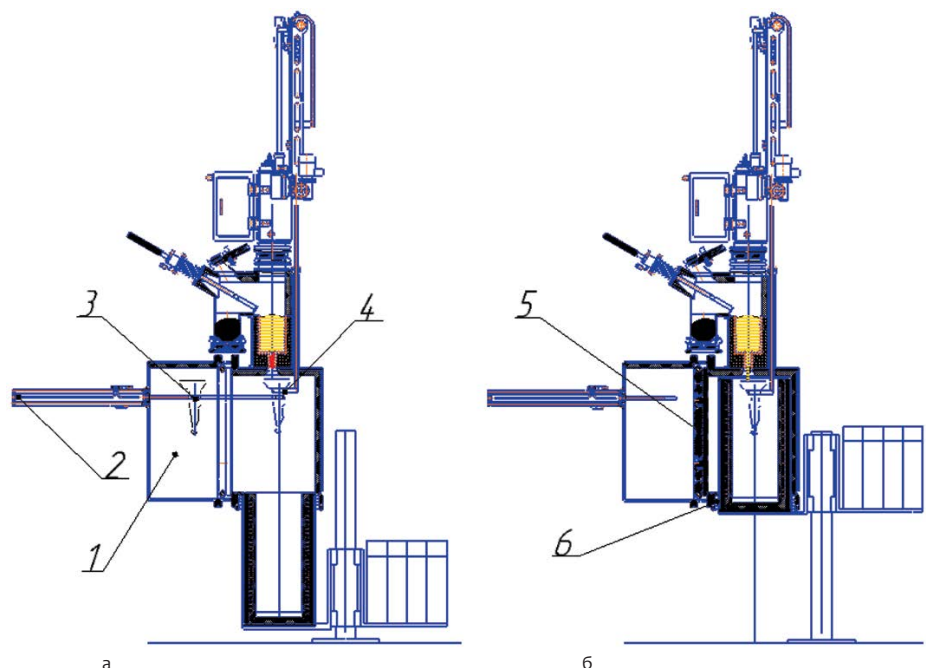

Рис. 7
Данная установка представлена на рис.7а и 7б.
Принципиально эта установка отличается от предыдущей максимальной рабочей температурой ППФ, которая может достигать 1800 °С. Ее нагреватель выполнен либо из плотного графита, либо из тугоплавкого металла (в случае, если графит недопустим из технологических соображений). Производить напуск газа в такую печь нецелесообразно. Поэтому в ее конструкцию введена шлюзовая камера загрузки форм (поз. 1). На рис. 7а показано положение загрузки формы. Форма, размещенная в захвате (3), механизмом подачи перемещается в захват (4), который приподнимает форму и освобождает ее от захвата (3), после чего тот возвращается в исходное положение. Шлюзовой затвор (5) закрывается и через подвижное вакуумное уплотнение (6) поднимается ППФ в положение заливки металла (рис.7б). После заливки металла температура ППФ уменьшается по программе. Для получения субмикронной